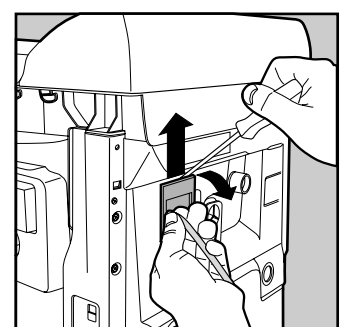

Abb. 4
4. Schrauben Sie die beiden Befestigungsschrauben des Filters mit Hilfe eines Schraubenziehers ab (siehe Abb. 4) und haken Sie diesen aus der Rückwand aus, indem Sie ihn nach oben ziehen.